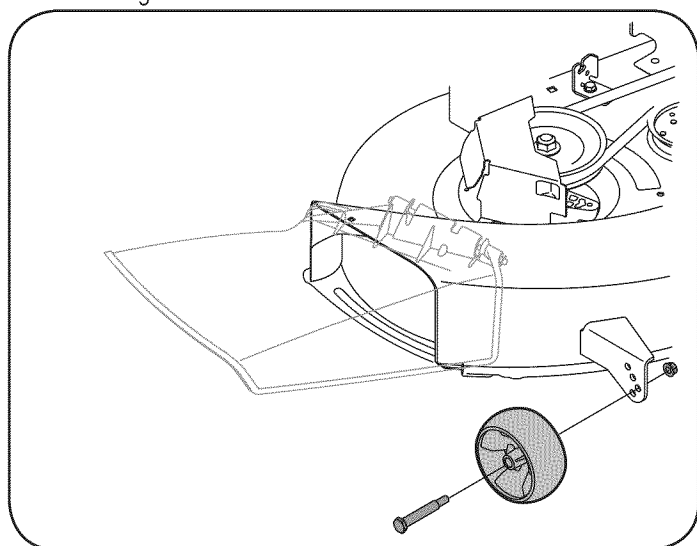

Figura 9
- a. Ajustar las ruedas de cubierta mediante la eliminación de la tuerca de la brida y tomillo que sujeta el hombro de cada rueda y llevarlos a uno de los agujeros que permite que las ruedas para estar entre $\frac{1}{4}$ pulgadas y $\frac{1}{2}$ pulgada por encima del suelo cuando el tractor se encuentra en un suave, superficie plana, como un camino de entrada. Véase la figura. 9.